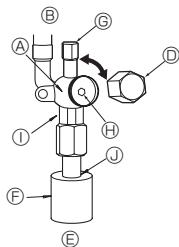

Fig. 4-6
(1) Gas-/vättskesida på ZM35-71 (Fig. 4-6)
① Ta bort kåpan och vrid ventilstängen motsols så långt det går med en 4 mm sexkantsnyckel. Sluta när den når stoppet.